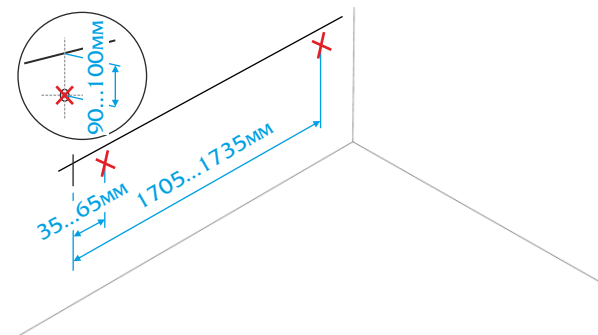

Рисунок 6
3. Наметить места для установки монтажных крючков под горизонтальной линией на расстоянии 90...100 мм и на расстоянии 35...65 мм и 1705...1735 мм от вертикальной линии (Рис.6).